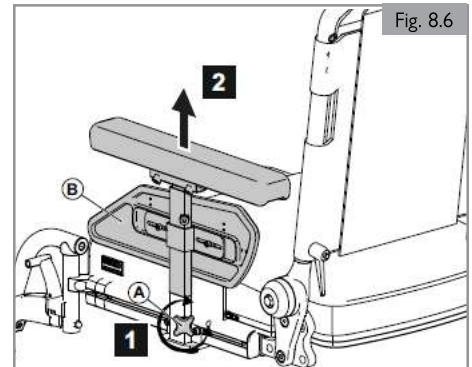

Fig. 8.6
8.5 Reposabrazos extraíbles en forma de T**Cómo extraer el conjunto del reposabrazos (Fig. 8.6)**